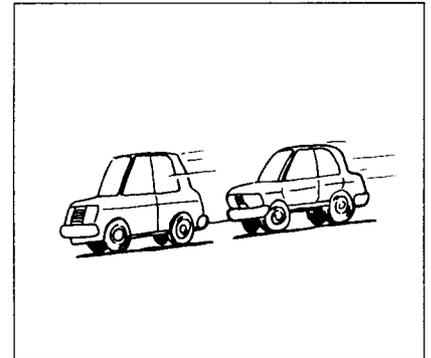

Рис. 3.
- (3) Если полноприводный автомобиль (4WD) буксируется, как показано на Рис. 3., то скорость буксировки не должна превышать 100 км/ч.
- (4) Если полноприводный автомобиль (4WD) буксируется, как показано на Рис. 3., то расстояние буксировки не должно превышать 100 км.